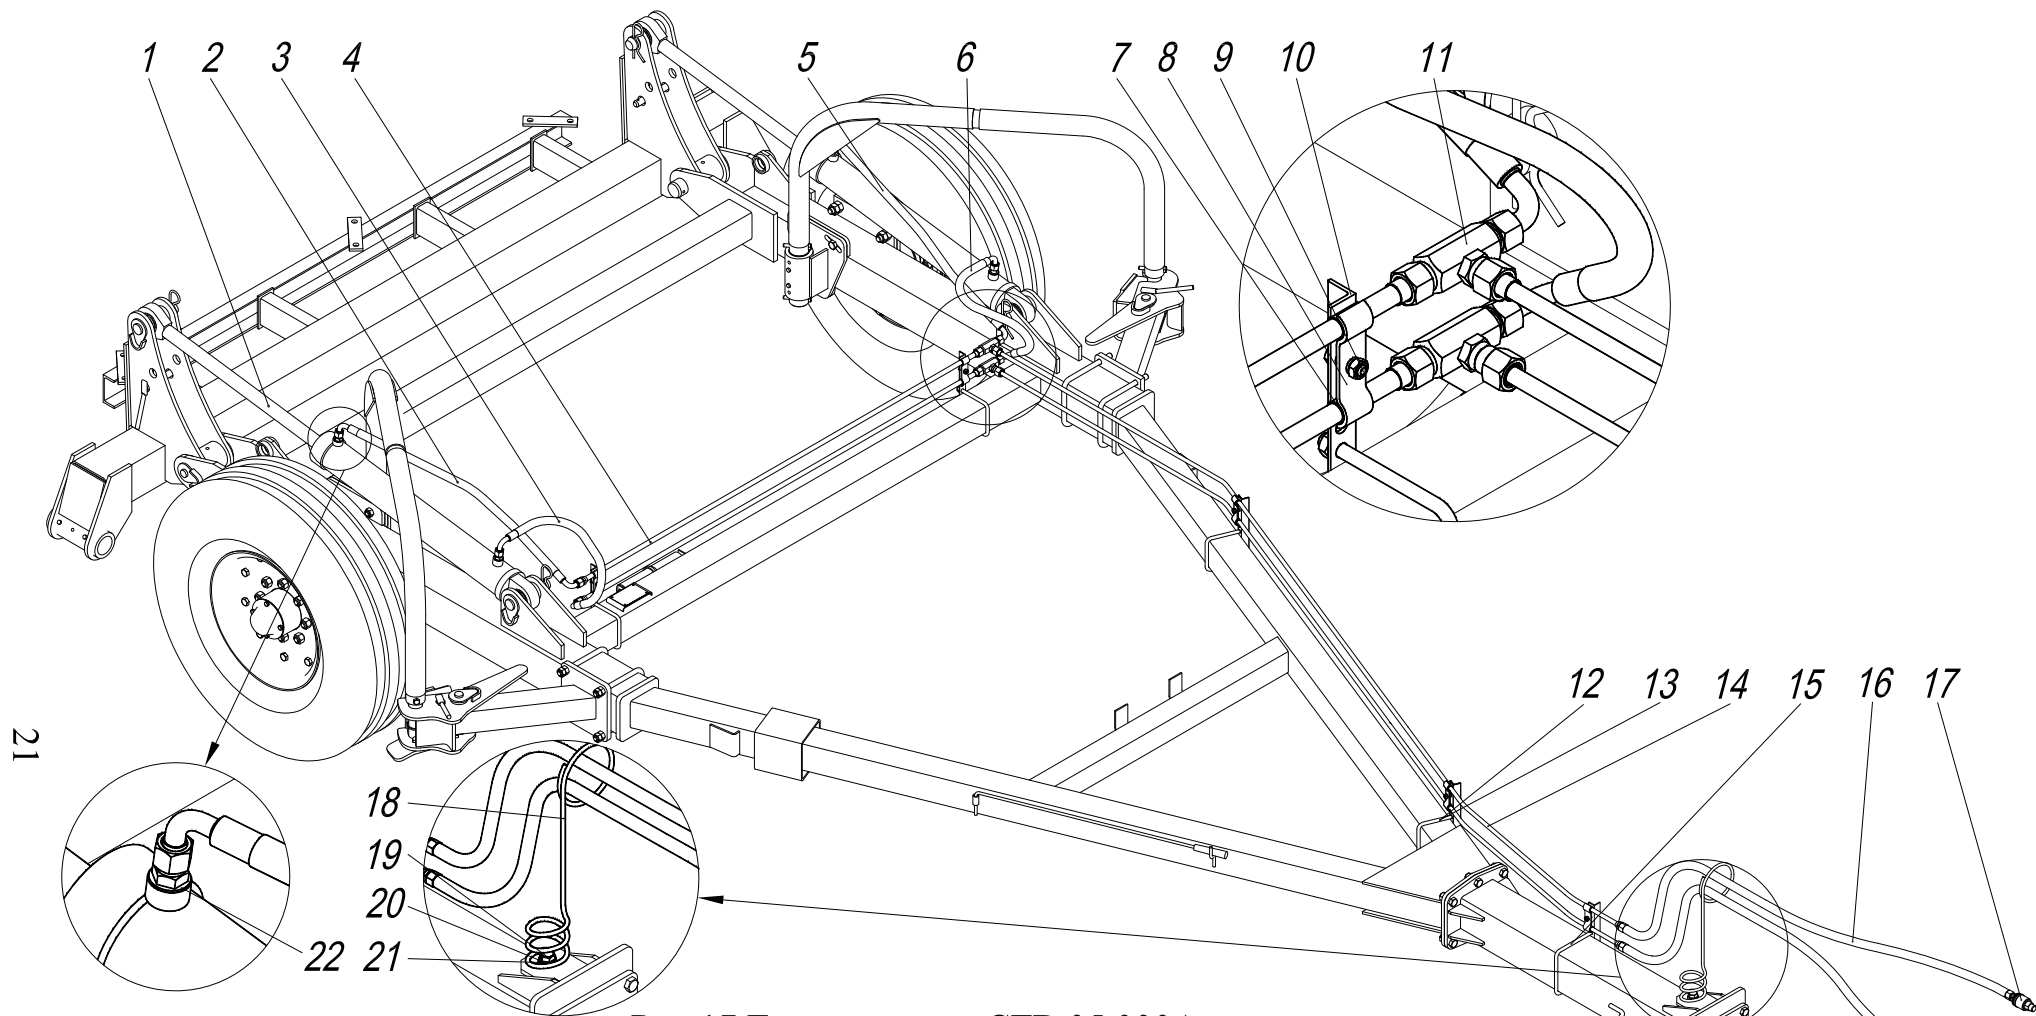

Рис.17 Гидросистема СГВ 05.000А
2.1.13. Гидросистема сцепки (рис.17) служит для подъема и опускания рабочих органов на развороте, а также при переводе сцепки в транспортное положение. Гидросистема состоит из двух гидроцилиндров 1, соединяющих раму сницы с центральной балкой, трубопроводов 4,14, рукавов высокого давления 2,3,5,6 и 16, опоры 18, соединительной гидроарматуры, кронштейнов 10 и болтокрепеза (для закрепления гидротрассы).